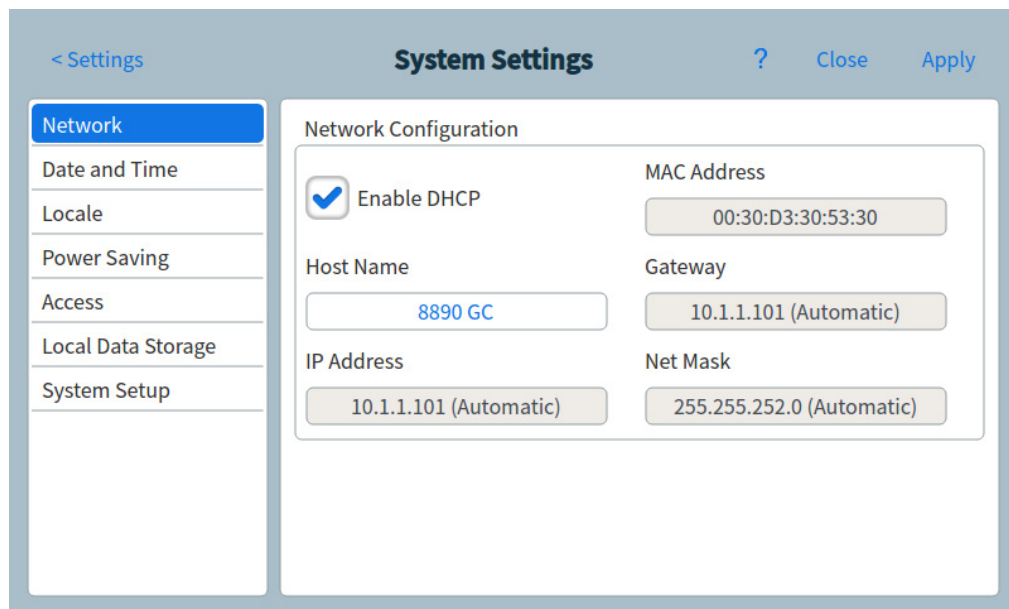

Abbildung 56. Seite „Network Configuration“
- 1 Drücken Sie auf der Seite „System Settings“ (Systemeinstellungen) auf die Seitenauswahlschaltfläche **Network (Netzwerk)**. Die Seite für die Netzwerkkonfiguration wird eingeblendet. Siehe Abbildung 56.